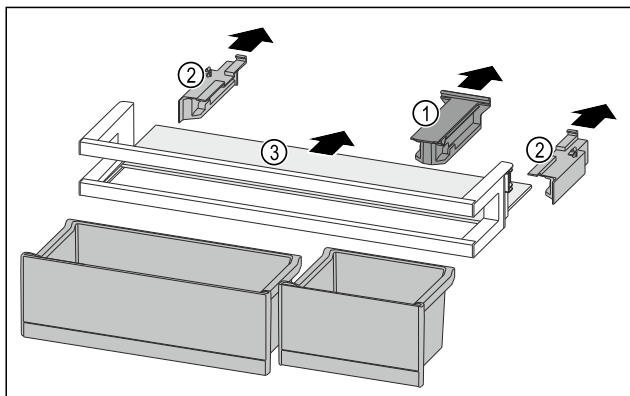

Fig. 100
- Halteteil Fig. 100 (1) abziehen.
- Seitenteile Fig. 100 (2) abziehen.
- Abstellfläche Fig. 100 (3) entnehmen.